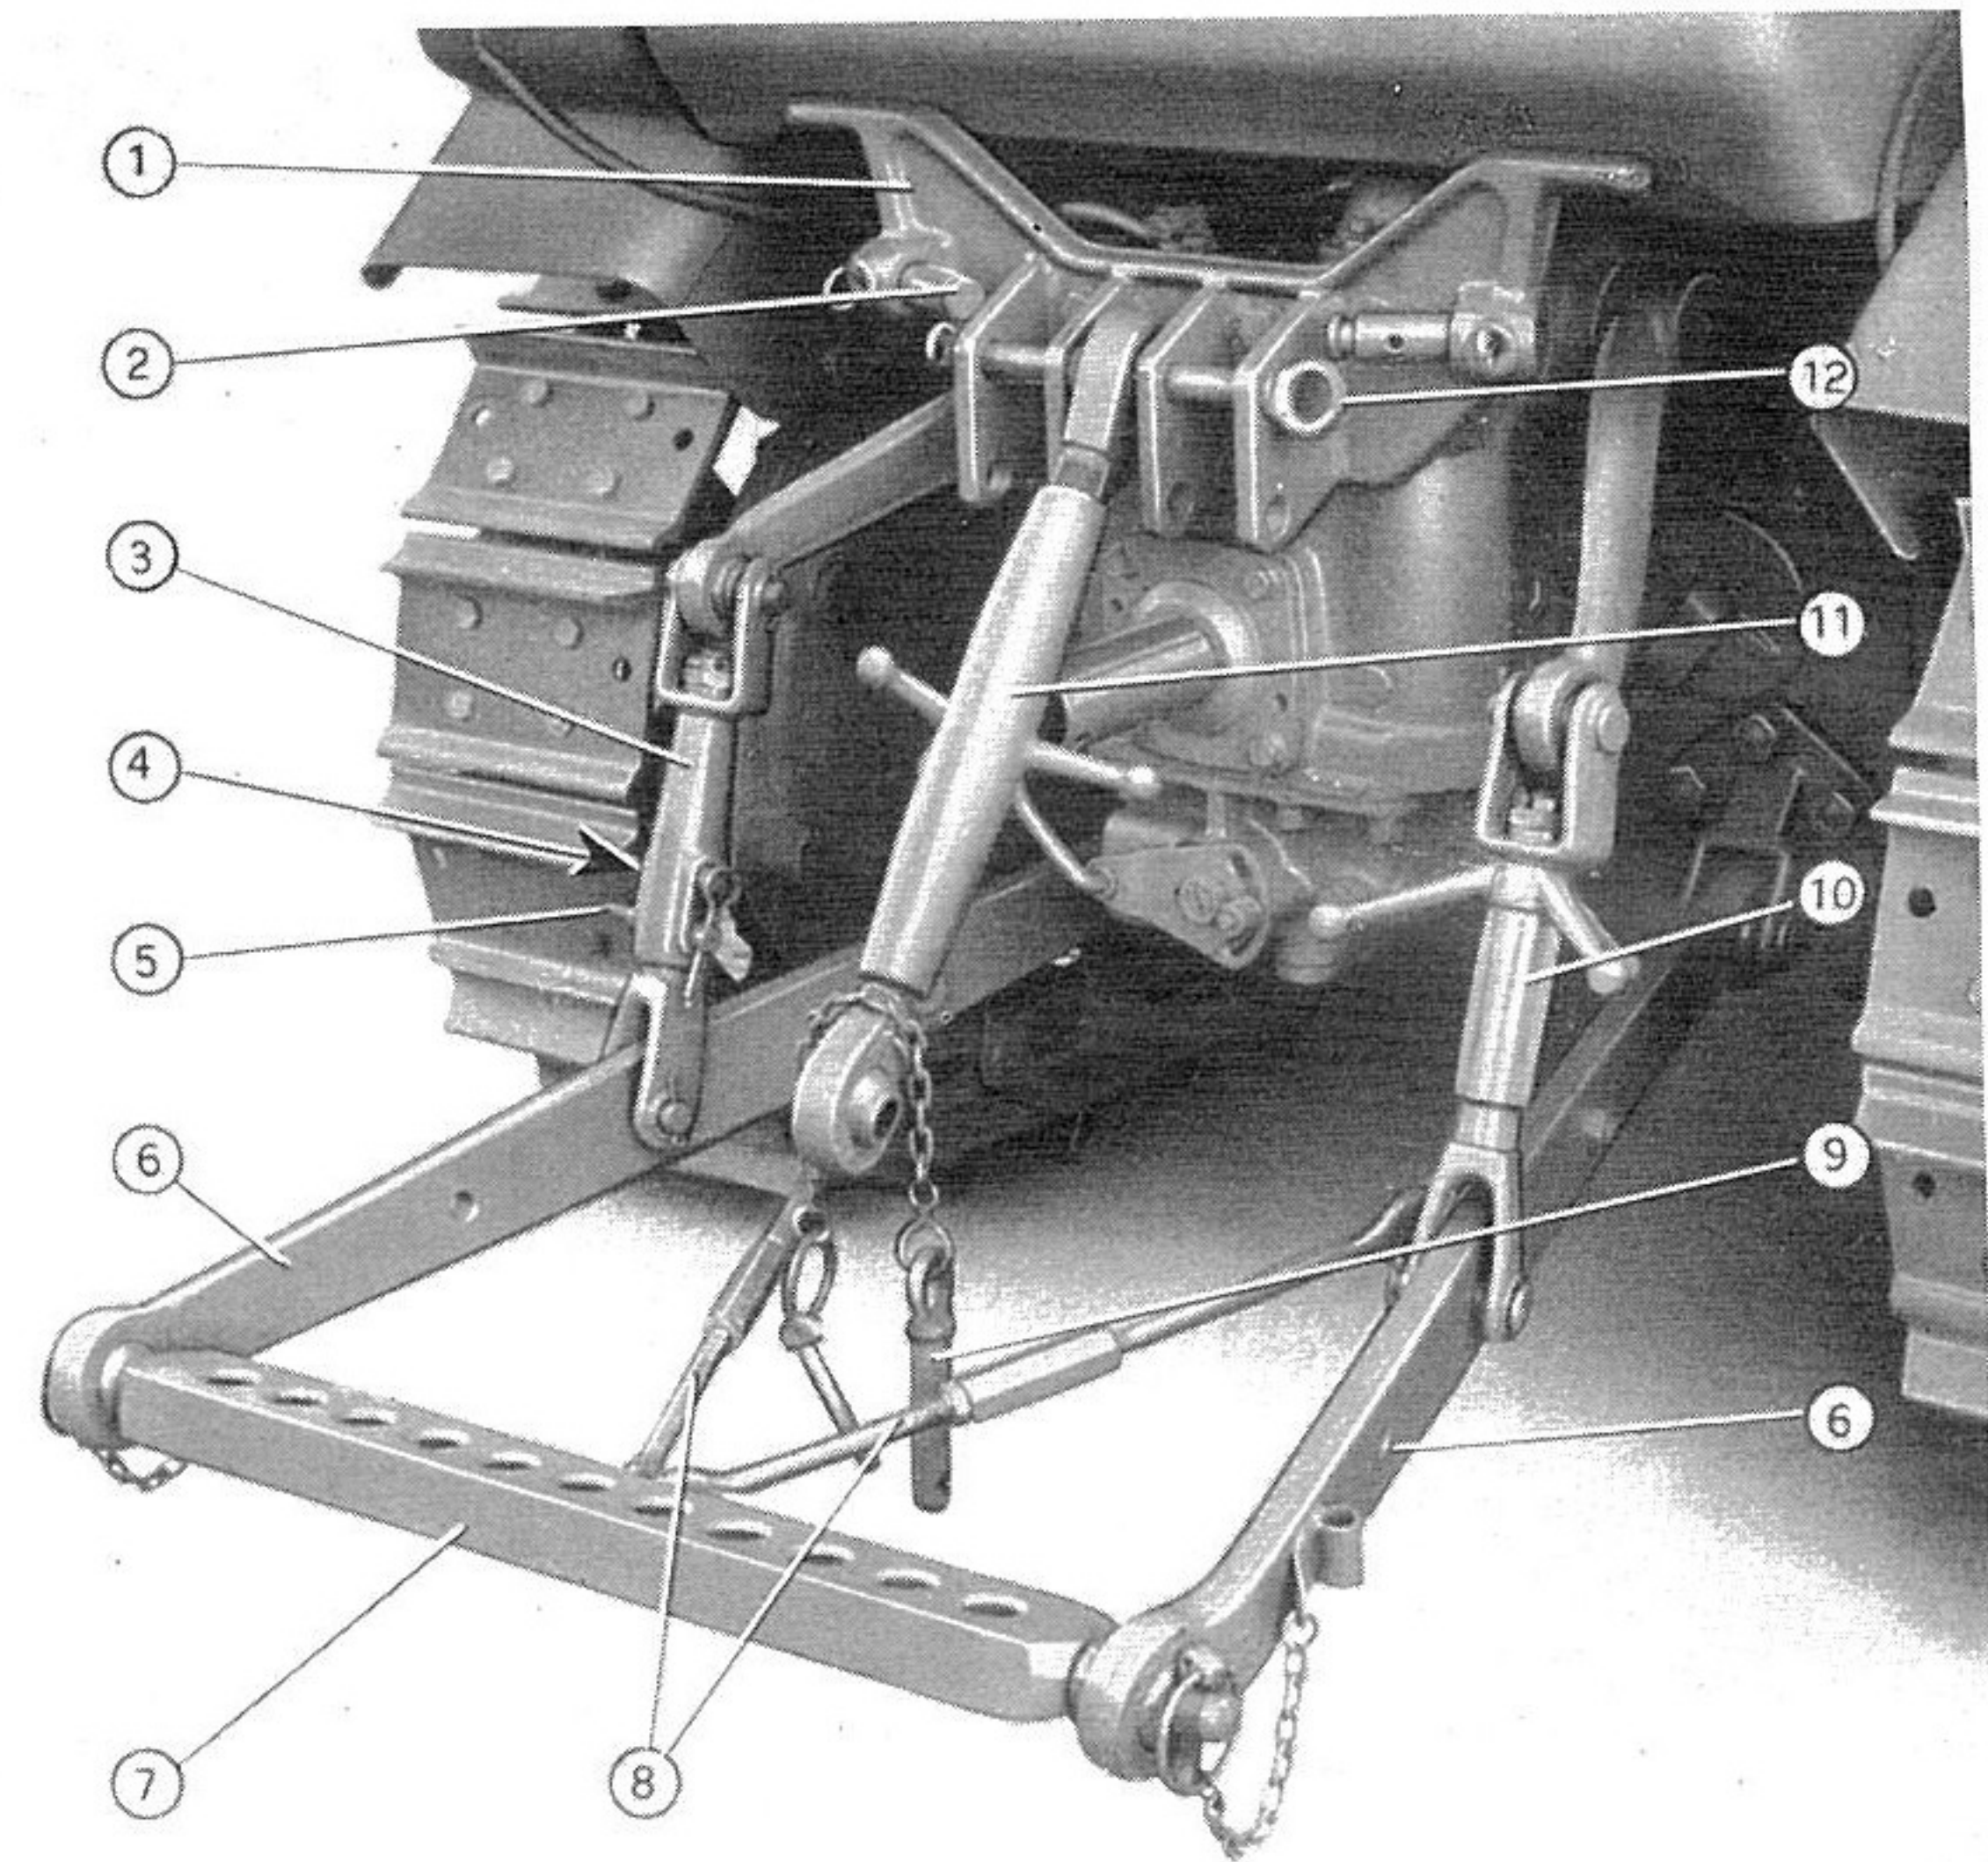

Fig. 59. - Porte-outils de relevage hydraulique.
Il est constitué par un dispositif en forme de parallélogramme, pour l'accouplement avec le relevage hydraulique des outils portés ou semi-portés (fig. 59). Par ce dispositif on peut relever des outils pesant jusqu'à 250 kg.
Les outils s'appliquent au dispositif en les fixant à la traverse percée (7, fig. 59) et au bout du tirant porteur (11, fig. 59), au moyen de pivots prévus, garnis de goupilles élastiques de sûreté.
a) La longueur du tirant droit (10, fig. 59) peut être réglée (de 250 à 330 mm) au moyen d'un petit volant, pour corriger l'inclinaison transversale des outils.
b) Le tirant gauche (3, fig. 59), peut prendre trois positions différentes, à selon des exigences de travail:
- **Court:** cette position sert à effectuer tous les travaux normaux de labourage, hersage, etc.; on obtient cette position en engageant la cheville (5) dans l'œillet, au-dessous du pivot (4).
c) Les tendeurs (8, fig. 59), dont la longueur est réglée par un manchon, sont prévus pour laisser plus ou moins de liberté d'oscillation à la traverse d'attache; en tendant les deux tendeurs, on raidit le dispositif dans le sens transversal.
d) Le tirant porteur (11, fig. 59) sert au réglage de l'inclinaison longitudinale des outils; à cet effet, on agit sur le manchon.
L'attache du tirant porteur aux oreilles prévues sur la plaque (1, fig. 59) peut se faire en des positions différentes, dans le sens vertical aussi bien que dans celui horizontal.
Pour éviter des surcharges aux organes de relevage, il est nécessaire, durant les déplacements, de fixer le dispositif dans la position élevée, aux moyens des verrous de support des bras (2, fig. 59), situés sur la plaque d'attache du tirant porteur.